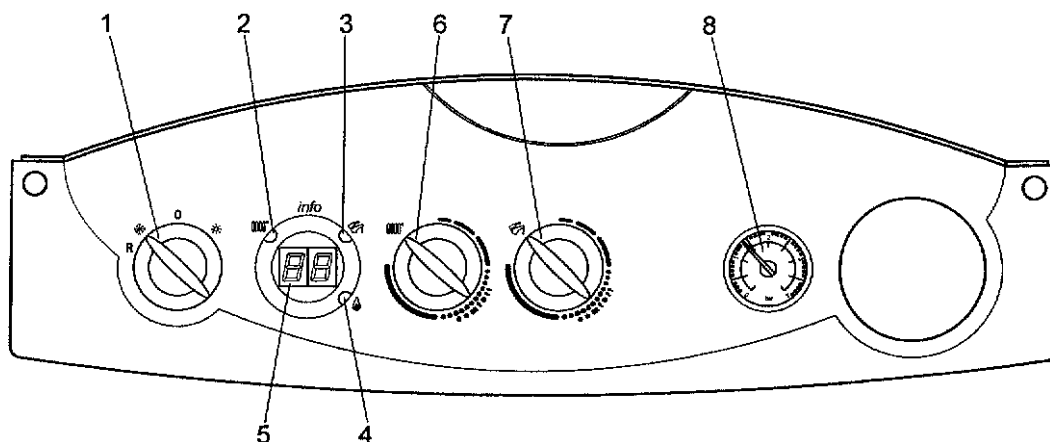
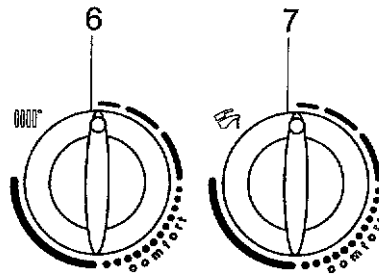
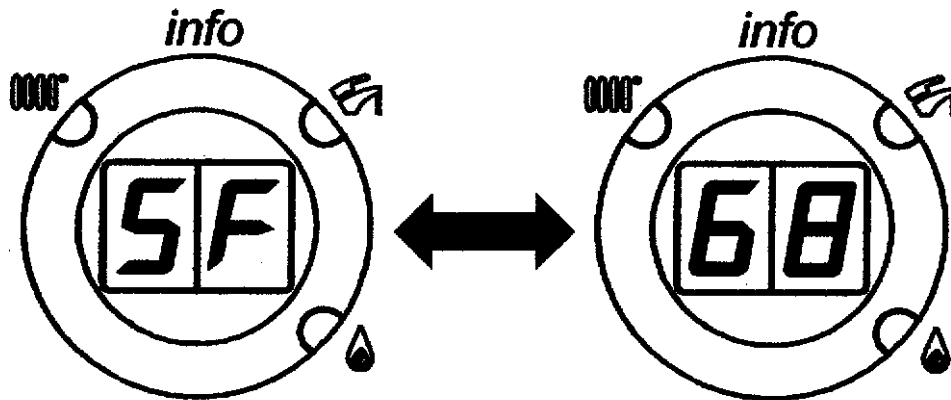

Fig. 26
Fig. 28A
Fig. 29
To permit the boiler to handle requests from individual zones, turn the Summer/Winter selector (1 - figure 26) on the boiler's front panel to Winter (❄) position.
Set the desired temperature with knob 6, figure 26, directly on the boiler M1, figure 21.
Pour le fonctionnement de la chaudière, en cas de demande séparée de la part des différentes zones, il est nécessaire de mettre le sélecteur Été/Hiver (1 - figure 26) qui se trouve sur le panneau de commande de la chaudière sur la position Hiver (❄).
Choisir la température de chauffage directement sur le panneau de commande de la chaudière en tournant le bouton 6, figure 26.
Use the central heating temperature control knob (6 - figure 26) on the boiler's control panel to set central heating output temperature to the various zones.
Programmer la température de refoulement prévue pour chaque zone en utilisant le bouton de réglage de la température du circuit de chauffage qui se trouve sur le panneau de commande de la chaudière (6 - figure 26).
5.4 INITIAL LIGHTING - Refer to Fig. 26
5.4 PREMIER ALLUMAGE - Référez-vous à la Fig. 26
- 1) Turn the control knobs 6 and 7 (figure 26) fully counter-clockwise to their minimum positions as shown in figure 28A.
Note: LEDs 2 and 3 (figure 26) flash alternately and the display alternates the message "SF" and the boiler output temperature about every five seconds (figure 29).
- 4) Calibration mode remains active for 20 minutes. To exit "calibration mode" before this time simply turn control knob 7 (figure 26).
- 1) tourner les boutons 6 et 7 (figure 26) dans le sens inverse des aiguilles d'une montre en les mettant sur la valeur minimum, comme le montre la figure 28A;
Remarque: les Led 2 et 3 (figure 26) clignotent une après l'autre et l'afficheur visualise le message "SF" qui s'alterne, par intervalles de 5 secondes, à la valeur de température de départ de la chaudière (figure 29).
- 4) Cette fonction reste disponible pendant 20 minutes. Il est possible de l'interrompre à l'avance en tournant le bouton 7 (figure 26).